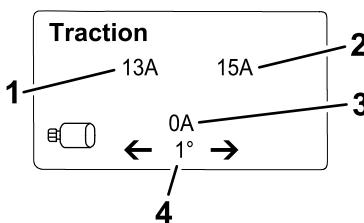

Figura 21
- **Pantalla de información de tracción (Figura 21):** muestra el ángulo de dirección actual y el amperaje asignado a cada motor de tracción.